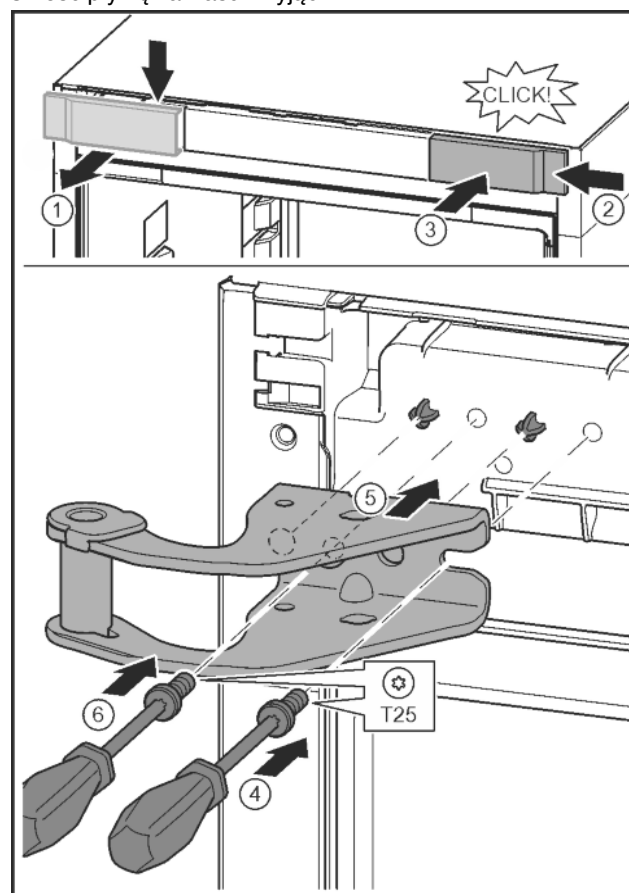

Fig. 14
- Poluzować osłonę i zdjąć w bok. Fig. 14 (1)
- Osłonę obrócić o 180° założyć z drugiej strony od prawej. Fig. 14 (2)
- Zazębić osłonę. Fig. 14 (3)
- Śrubę założyć przy pomocy śrubokręta T25. Fig. 14 (4)
- Założyć górną płytkę zawiasu. Fig. 14 (5)
- Dokręcić śrubę. Fig. 14 (4)
- Śrubę założyć przy pomocy śrubokręta T25 i mocno dokręcić. Fig. 14 (6)